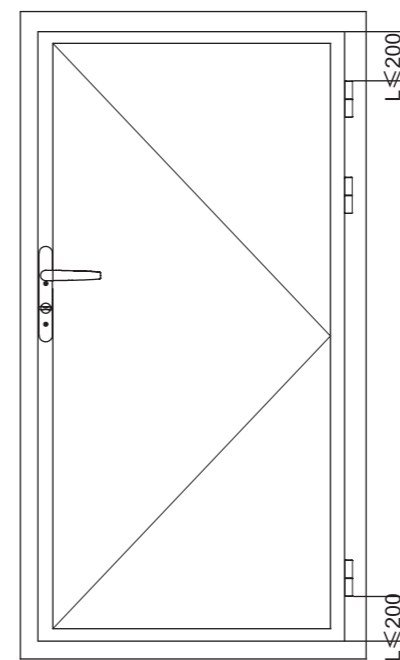

图 1
- ◆ 按照标准文件 JG/T 125-2017 对合页安装位置的要求, 上下合页安装位置均距扇末端外段应不大于 200mm, 如图 1 所示。